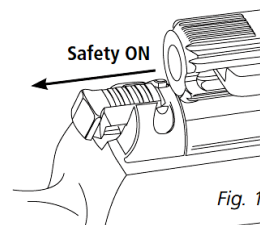

Fig. 1
- For at indstille sikringen til 'ON', træk sikringen tilbage. I denne position, kan aftrækket ikke tages, og riflen kan ikke skyde (Fig. 1)